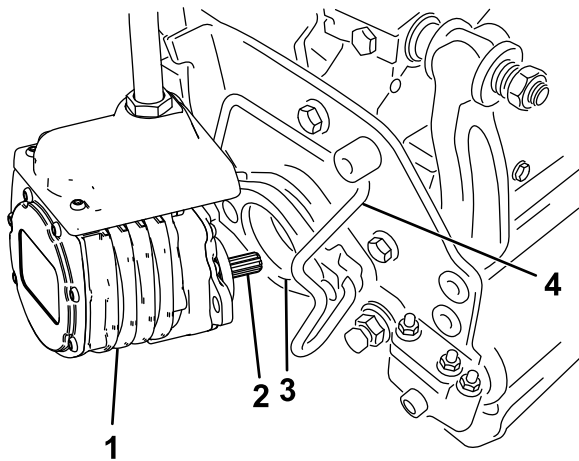

图 59
6. 在滚刀组马达的花键轴上涂抹干净的润滑脂图 59。
7. 将马达插入滚刀组左侧从操作员的位置看并将滚刀组上的马达固定架拉向马达直到听见马达两侧发出“咔哒”的声音图 59。